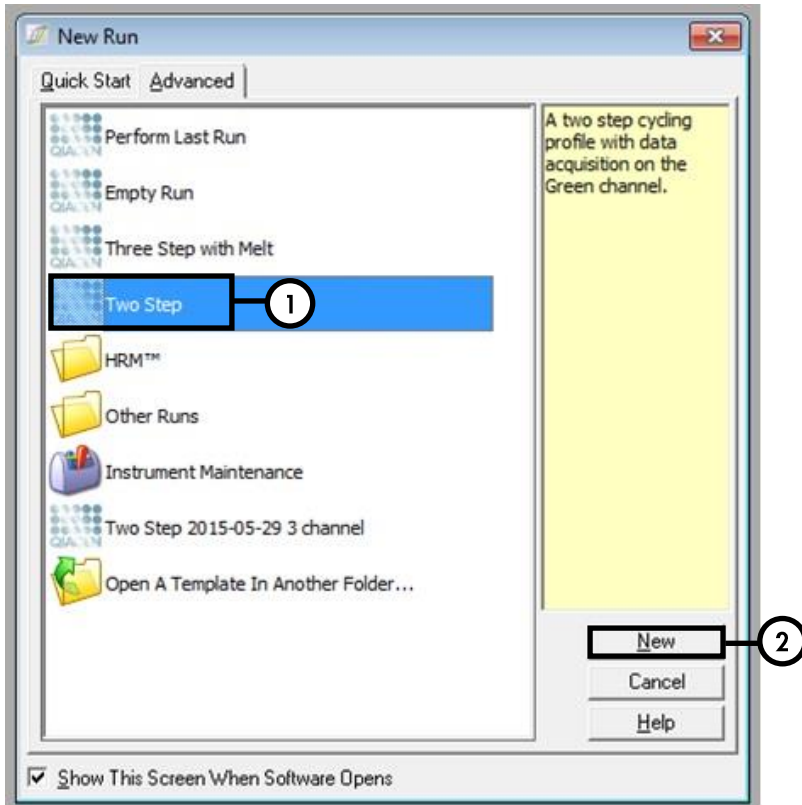

Figura 1. Cuadro de diálogo New Run (Nuevo test).
6. En primer lugar, abra el cuadro de diálogo **New Run Wizard** (Asistente para un nuevo test) con la versión **Advanced** (Avanzada) y seleccione **Two Step** (Dos pasos) (figura 1). Haga clic en **Next** (Siguiente) para continuar.